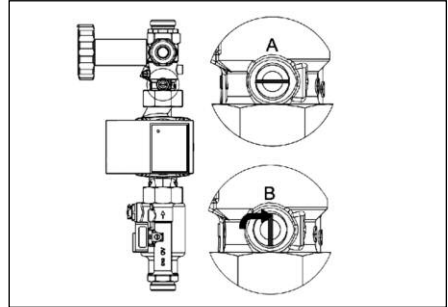

Abb. 6.13 Sperrventil (Rücklaufkugelhahn)
5. Öffnen Sie das Sperrventil der Solarstation (im Rücklauf der Solarstation oberhalb der Pumpe), indem Sie die Einstellschraube in eine senkrechte Position (Position B in Abb. 6.13) stellen. Es ist jetzt außer Funktion.